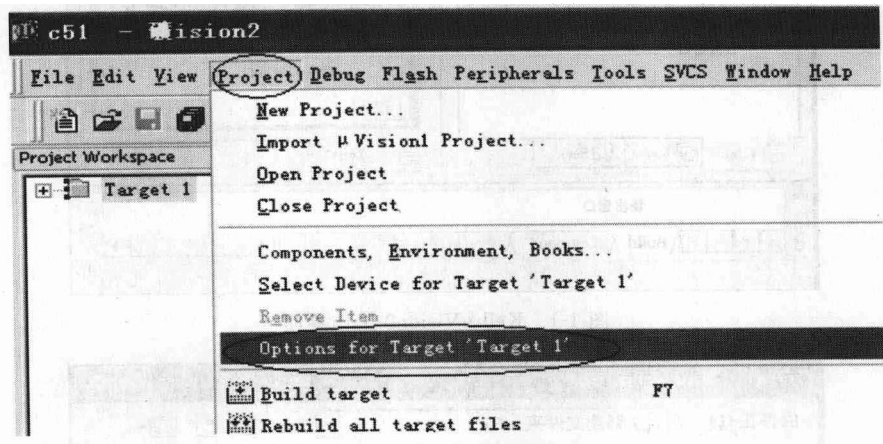
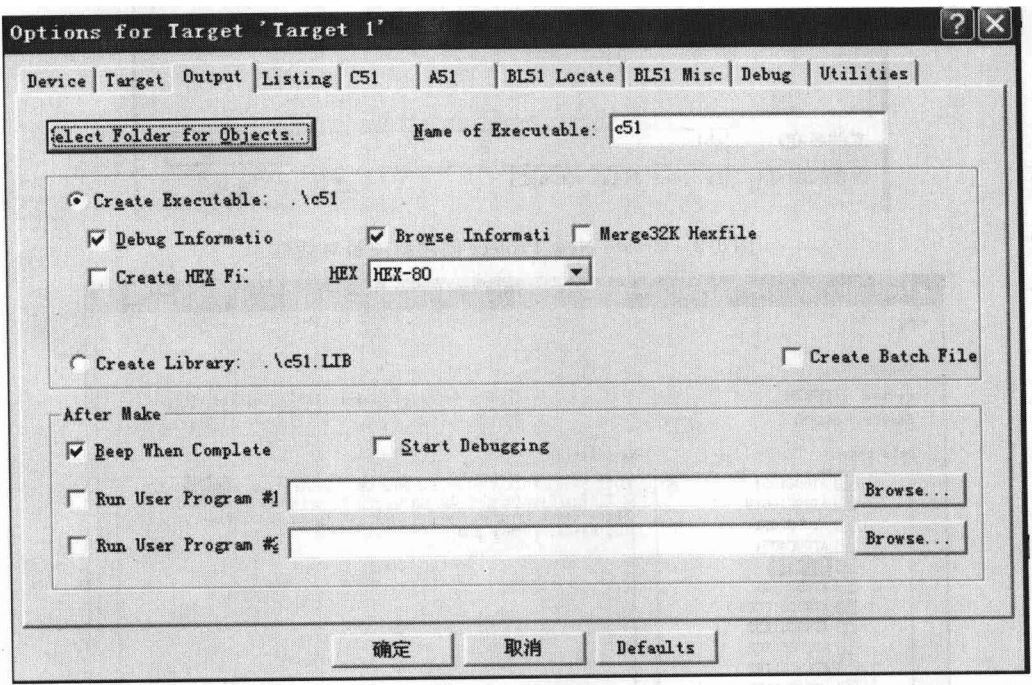

图 1-4 项目设置操作图
图 1-5 项目设置界面
① 如图 1-4 所示，在项目工作界面上点击菜单 Project，选 Options for Target “Target 1”，弹出图 1-5 所示项目设置界面。